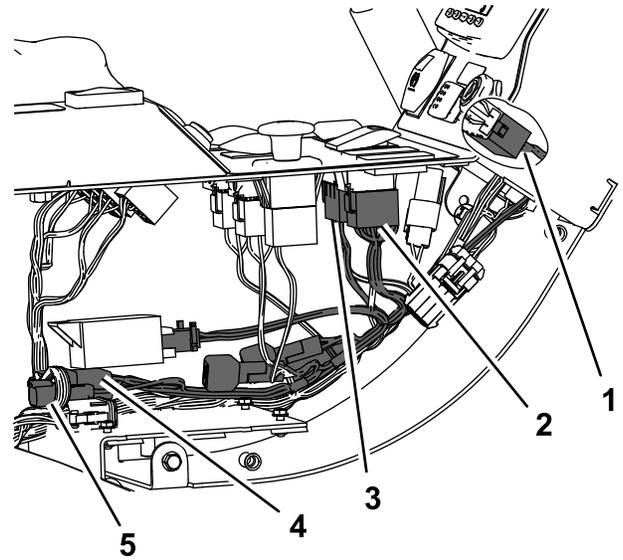

Figura 5
5. Conecte el arnés de cables nuevo al interruptor de las luces de emergencia, al interruptor de los intermitentes y al interruptor del freno auxiliar (Figura 5).
6. Conecte el arnés de cables al arnés de cables principal de la máquina, dentro de la consola (Figura 5).